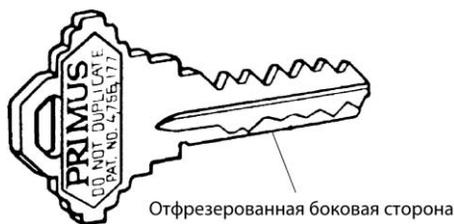

Рис. 7.28. Отфрезерованная боковая сторона ключа показывает, какой из пальцевых пинов будет задействован (С разрешения компании Schlage Lock Company)
3. Определить правильные пальцевые пины для каждого положения, которое требуется для боковых вырезов ключей (рис. 7.28).